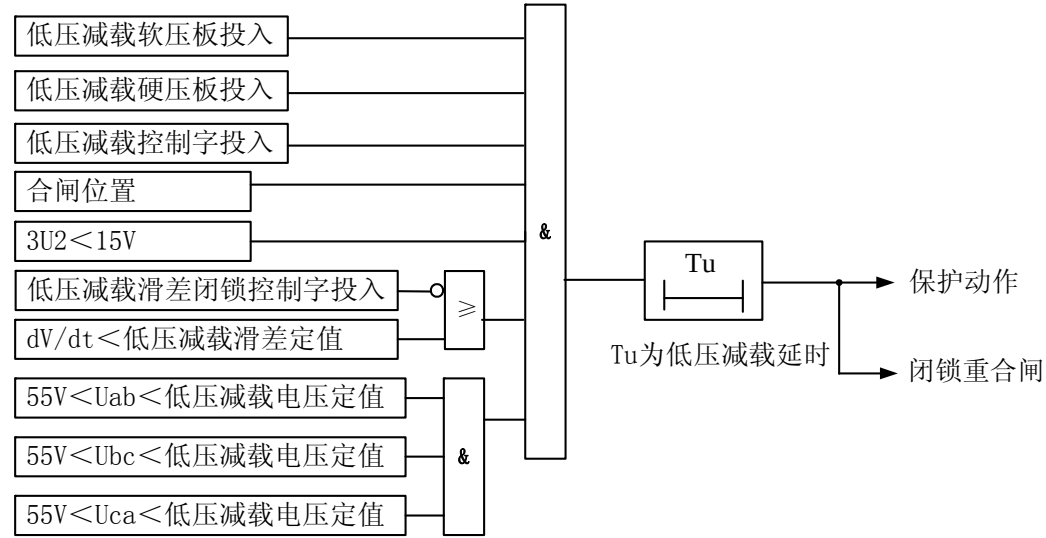

图 3-7 低压减载原理框图
3.5 过负荷保护 装置设有过负荷保护功能，可通过“过负荷跳闸”控制字选择动作于跳闸或告警（整定为“0”表示告警，整定为“1”表示跳闸）。投跳闸时，跳闸后闭锁重合闸。 过负荷保护原理框图如图 3-5 所示。  图 3-5 过负荷保护原理框图 3.6 低周减载 低周减载设有“低周减载滑差闭锁”和“低周减载有流投”控制字，并固定设有电压闭锁。当系统发生故障，频率下降过快超过“低周减载滑差定值”时瞬时闭锁低频减载（滑差闭锁可由控制字“低周减载滑差闭锁”选择投入）。本线路负荷电流小于 $0.1I_n$（有流闭锁可由控制字“低周减载有流投”选择投入），则低周减载自动退出。当母线 TV 异常时闭锁低周减载。低周减载动作后闭锁重合闸。图中 $0.04I_n$ 为无流门槛。 原理框图如图 3-6 所示。  图 3-6 低周减载原理框图 3.7 低压减载 低压减载设有滑差闭锁。当系统电压下降过快超过滑差闭锁定值时瞬时闭锁低压减载（滑差闭锁可由“低压减载滑差闭锁”控制字选择投入）。本线路如果不在合闸位置，则低压减载自动退出。低压减载动作闭锁重合闸。
原理框图 3-7 如所示。